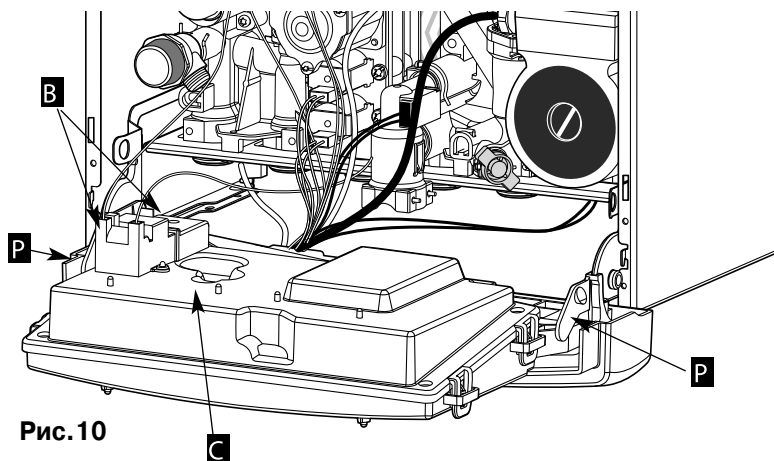

Рис. 10
- отвернуть винты **B** и снять крышку **C** (рис. 10);
**Выключите электропитание котла**, снимите кожух, откройте блок, нажав на два фиксатора **P** (рис. 10): органы регулировки находятся на электронной плате за заглушкой **E** (рис. 11).